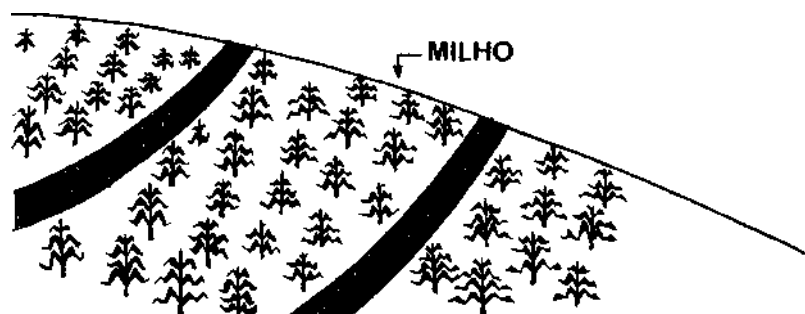

fig. 1
- b) Faixa de retenção consiste em se intercalar no meio de uma cultura uma faixa de 2 a 5 m de capim ou outra vegetação, a fim de se evitar a erosão. Ao se preparar o terreno na época chuvosa, devemos deixar estas faixas para o final (fig. 1).